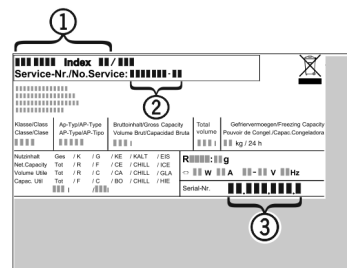

Fig. 12
- ▶ Odczytać z tabliczki znamionowej oznaczenie urządzenia Fig. 12 (1), nr serwisowy Fig. 12 (2) oraz numer seryjny Fig. 12 (3). Tabliczka znamionowa znajduje się po lewej stronie wewnątrz urządzenia.
- ▶ Poinformować serwis i podać opis zaktócenia, oznaczenie urządzenia Fig. 12 (1), nr serwisowy Fig. 12 (2) oraz numer seryjny Fig. 12 (3).